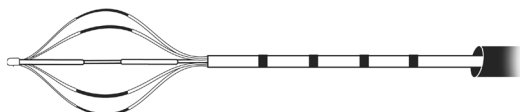

Figure 3 : Cathéter Alair avec ses quatre repères espacés de 5 mm
- 4 Ne pas utiliser le cathéter si les repères ne sont pas visibles (voir Instructions d'utilisation, Figure 3).
5. La partie distale du corps du cathéter présente des repères espacés de 5 mm pour faciliter le positionnement de l'ensemble d'électrodes. Ne pas utiliser le cathéter si les repères ne sont pas visibles. Voir Figure 3.